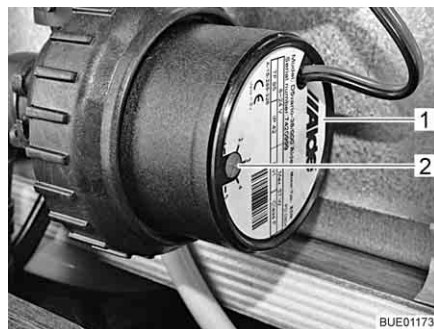

Fig. 200 Reducción de la velocidad
La velocidad de la bomba de circulación se puede ajustar con el regulador giratorio (Fig. 200,2). Con una velocidad reducida disminuyen los ruidos de rodadura de la bomba.
El regulador giratorio se encuentra en la bomba de circulación (Fig. 200,1).
- Girar el regulador giratorio (Fig. 200,2) en sentido contrario a las agujas del reloj. Se reduce la potencia.